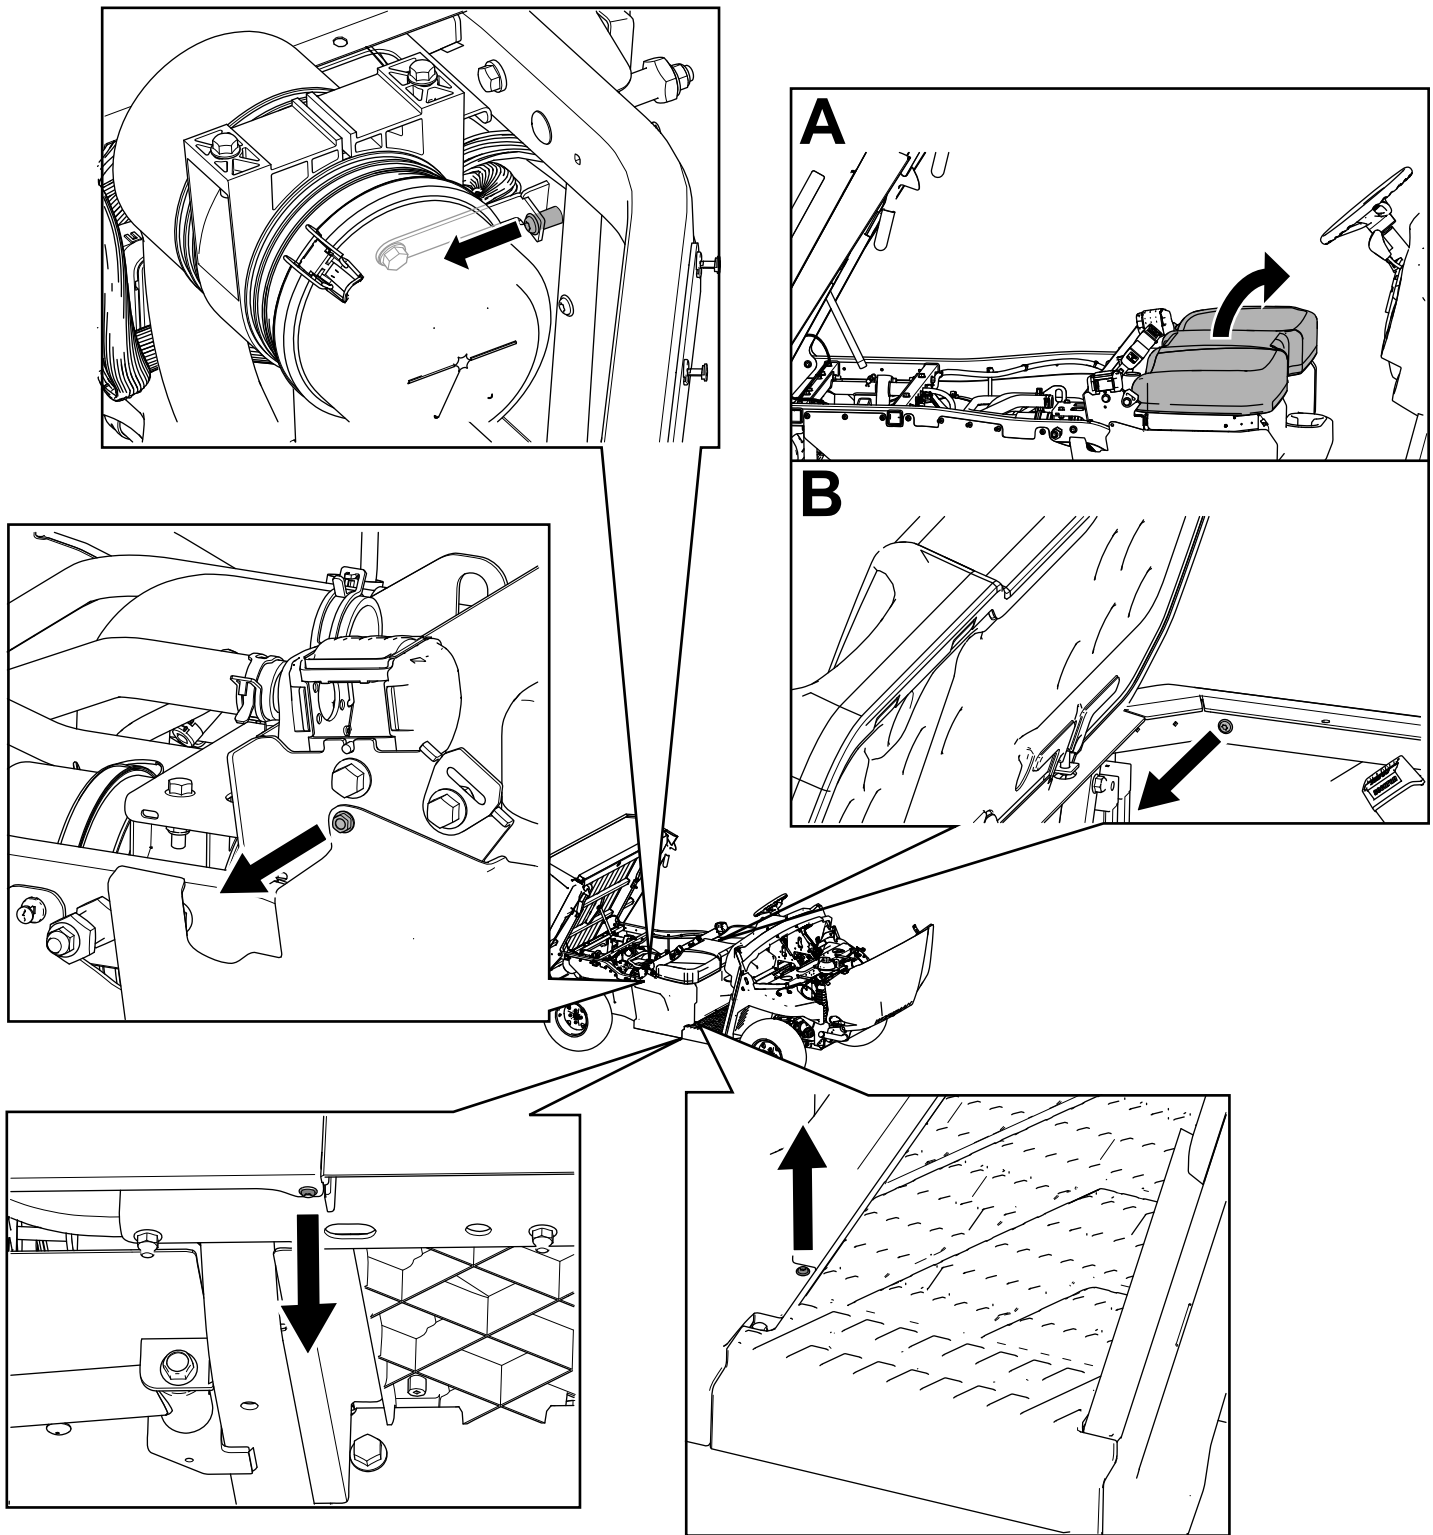

Figure 9
3. Retirez les boulons à tête hexagonale à embase ( $\frac{1}{4}$ " x  $\frac{3}{4}$ ") et les fixations à tête Torx T30 des panneaux de base gauche et droit du siège (Figure 9).